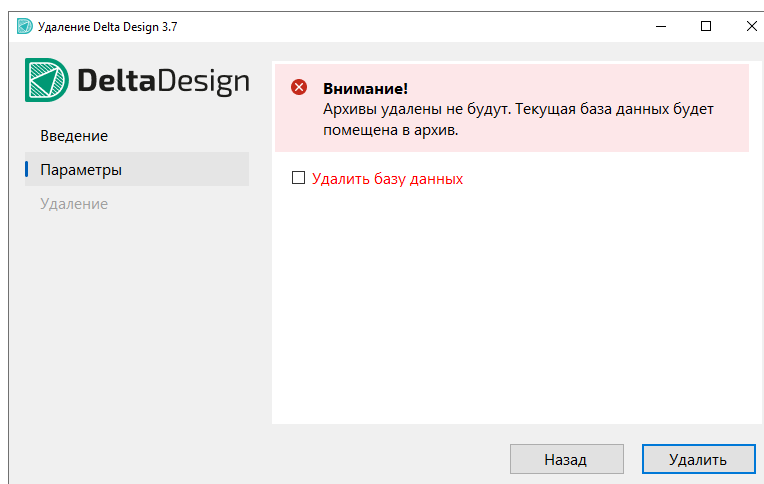

Рис. 12 Удалить базу данных
3. Этап «Параметры». При необходимости очистить базу проектных данных установить флаг в поле «Удалить базу данных». Для сохранения проектных данных оставить это поле пустым, см. Рис. 12.